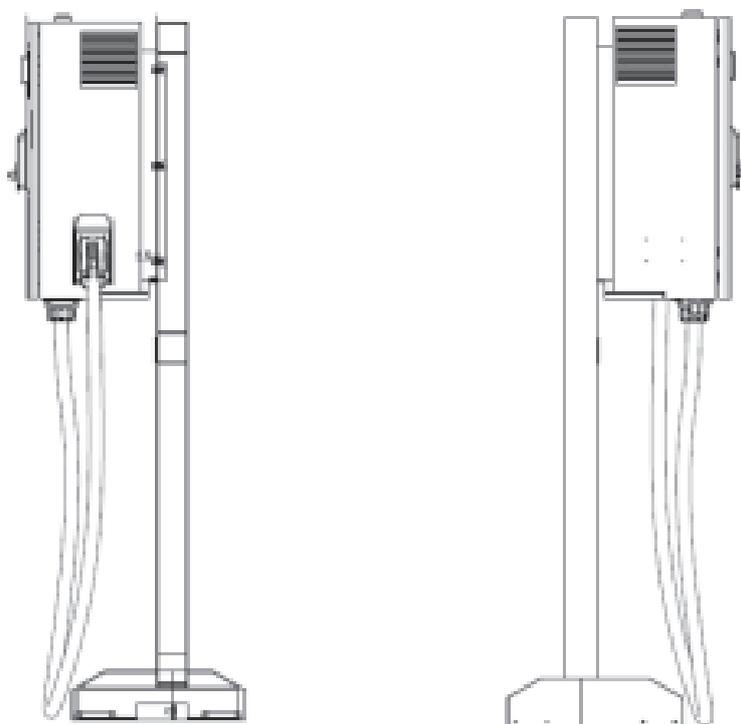

Рисунок 7.2.2 Монтажный чертеж зарядной станции
- (2) Режим установки зарядного устройства напольного типа см. на рис. 7.2.2, 7.2.3 и в таблице 7.2.2 ниже: